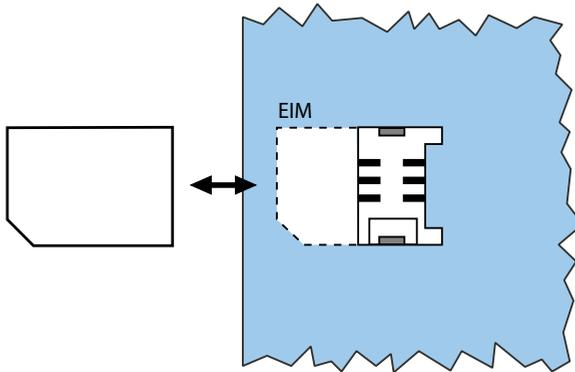

Fig. 80 Tarjeta EIM
4. Inserte la nueva tarjeta EIM bajo las guías hasta que encaje en la ranura para el chip. Asegúrese de que los contactos de la tarjeta EIM miran hacia abajo y de que el borde biselado de la tarjeta EIM apunta hacia el borde de la placa base (ver Fig. 80).